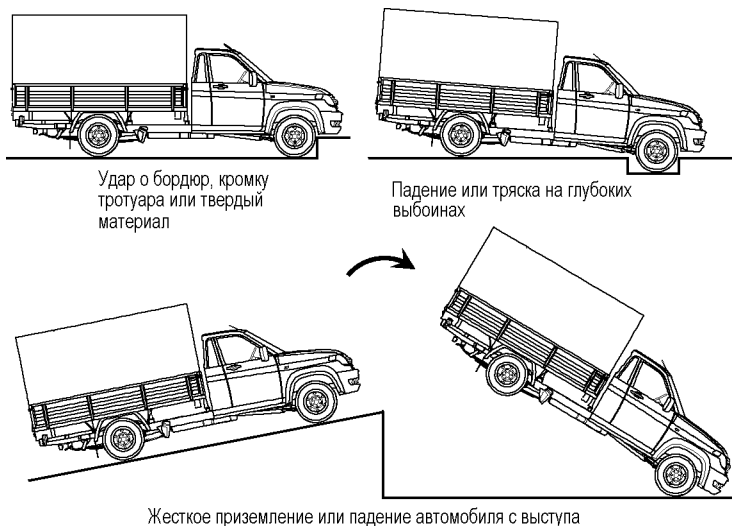

Рис. 3.28. Примеры ситуаций со срабатыванием системы пассивной безопасности водителя и переднего пассажира
- в случае достаточного по силе удара, воздействующего на автомобиль спереди, некоторые примеры показаны на (рис. 3.28).